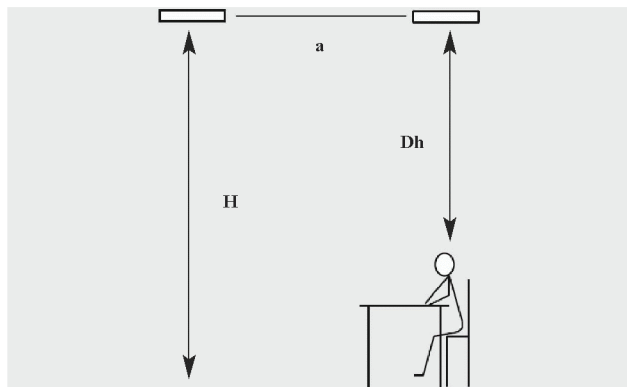

Fig. 1: Pozitionare verticala.
La instalarea panourilor distanta dintre unitati ar trebui sa nu fie mai mare decat inaltimea dintre unitate si podea, adica (a) ar trebui sa fie mai mica decat (H), vezi Fig.1. In camere folosite rar aceasta distanta poate fi mai mare. In camere folosite des distanta dintre panou si o persoana care sta la birou ar trebui sa fie macar 1,5 - 2 metri ( $\Delta h$ ). Cand aceste doua conditii sunt indeplinite diferenta de temperatura de operare nu va depasi nivelul de confort  $\Delta t_{op} = 5^\circ\text{C}$ . Asta inseamna ca diferenta dintre temperatura reala si temperatura resimtita de catre o persoana nu va fi mai mare de  $5^\circ\text{C}$ .
Panourile se monteaza pe tavan , pe armaturi sau suspendate de tavan prin intermediul cablurilor sau lanturilor sau pe perete. In locatii folosite frecvent, panoul trebuie montat la o inaltime de 1,5-2 metri deasupra capului, vezi Fig. 1. Distanta dintre panouri nu trebuie sa fie mai mare decat distanta dintre panou si podea, adica  $"a" < "H"$  , vezi Fig. 1. Distantele minime de montaj sunt date in Fig. 2.